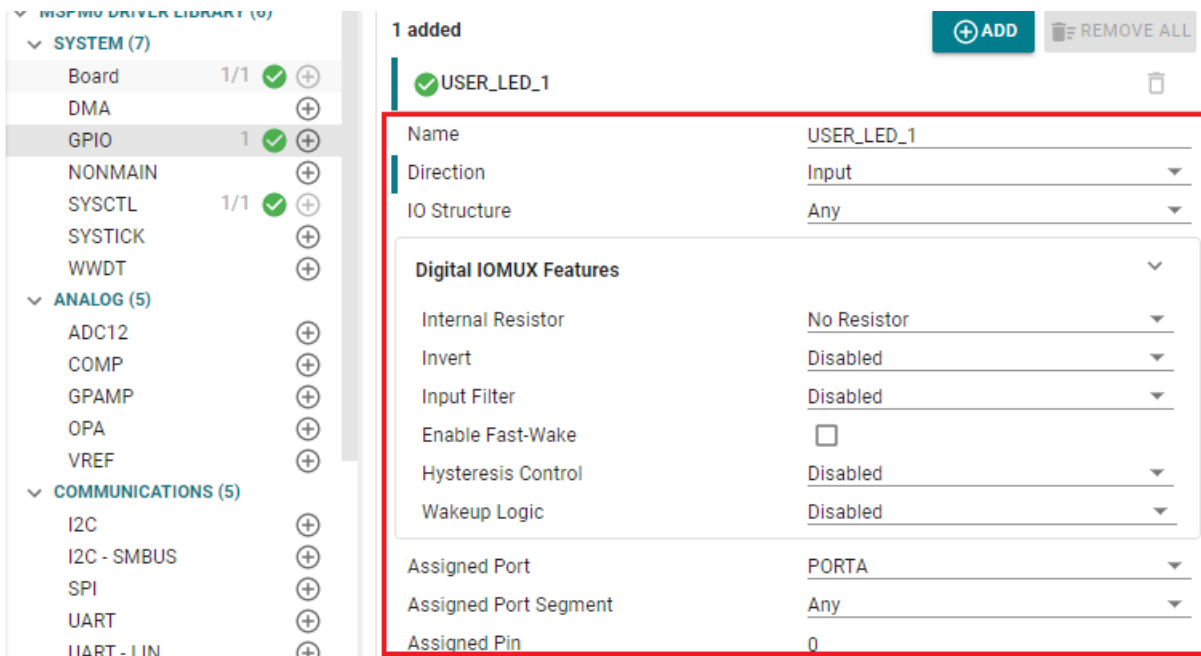

图 2-4. SysConfig 中的 GPIO 配置
- SysConfig 支持更全面的配置功能。与只能配置引脚排列或外设简单配置的 STM8CubeMX 不同，SysConfig 提供了更具体和详细的初始化配置。如图 2-4 所示，SysConfig 可以配置 GPIO 类型以及内部上拉/下拉电阻等功能。